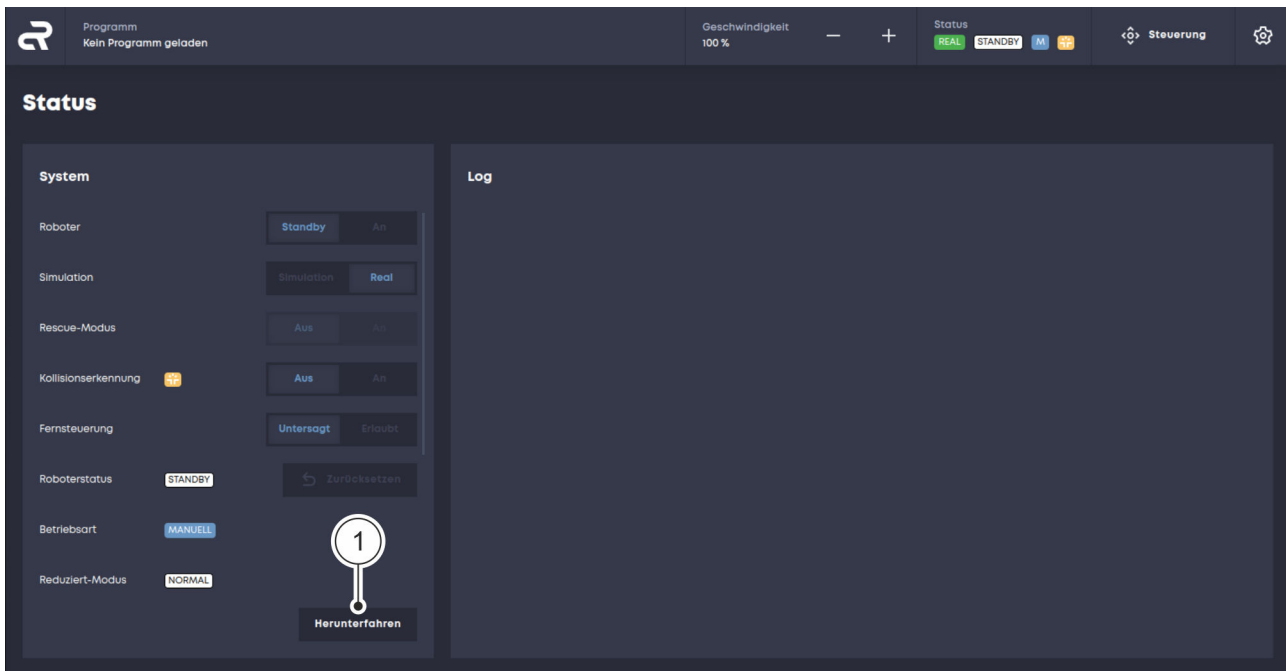

Abb. 58 Roboter ausschalten
01. Im Menü „Status“ auf die Schaltfläche „Herunterfahren“ klicken Abb. 58 / ①.